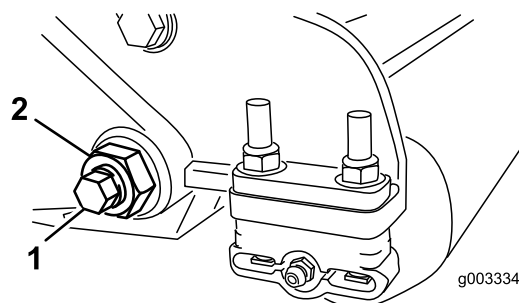
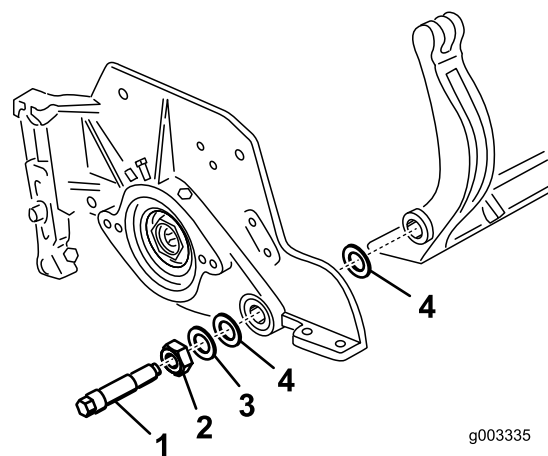

図 34
図 35
- ベッドバー・ボルト (図 34) を固定しているロックナット (機体両側) をゆるめる。
- 各ベッドバー・ボルトを抜いて、ベッドバーを下に引き抜いて外す (図 34)。ベッドバーの両端にナイロン・ワッシャとスチール・ワッシャが2枚ずつあるので注意する (図 35)。
- ベッドバー・ボルト (とボルトについているナット) とワッシャ6枚で、ベッドバーを各サイド・プレートに固定する。ナイロン・ワッシャはサイド・プレートの両側のボスに嵌め込む。その外側からスチール製ワッシャを取り付ける (図 35)。ベッドバー・ボルトを 27-33 (37-45 N-m = 4.6-1.7 kg.m) にトルク締めする。左右の遊びが完全になくなって外側のスチール製ワッシャが回らなくなるまで (ただし決して締めすぎにならない) ロックナットを締め付ける。内側のワッシャには遊びがあつてよい。